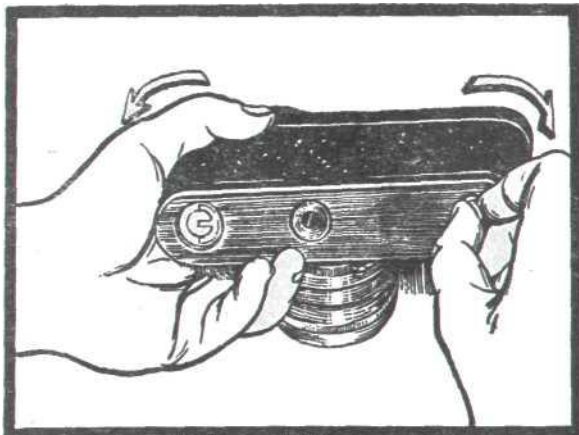
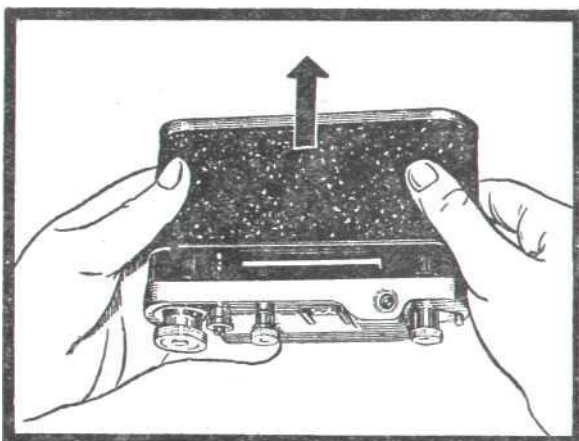
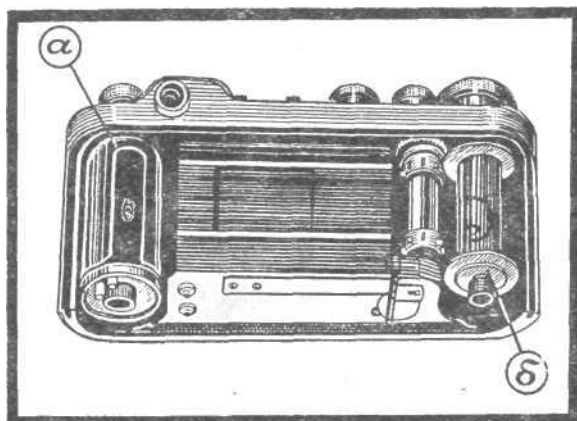

Рис. 2.
Рис. 3.
Рис. 4.
Повернув аппарат, поднимите ногтем дужки замков и поверните их на пол-оборота до упора, как показано на рис. 2. Нажимая большими пальцами, сдвиньте заднюю крышку (24), так чтобы ее край вышел из паза корпуса и снимите ее (рис. 3). Открытая камера показана на рис. 4. Кассета «а» лежит в корпусе фотоаппарата свободно и легко вынимается за головку. Катушка — «б» для приема заснятой пленки, насажена на пружинящей втулке и может быть снята за головку с заметным усилием.